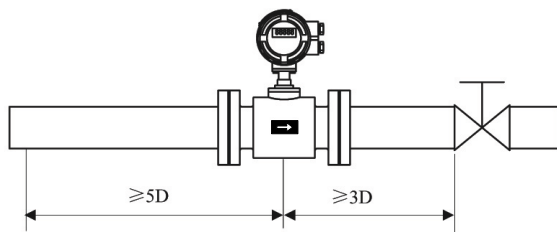
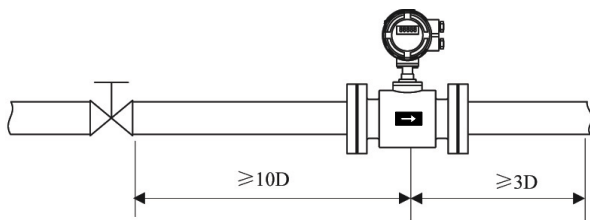

图 9
图 10
(1) 位置
(2) 避免磁场干扰
(3) 直管段长度
- 为确保流量计的测量精度，建议应保证传感器上游直管段长度至少应为 5 倍管径(5D)，下游直管段长度至少应为 3 倍管径(3D)。(参见图 8、图 9)
(4) 维修空间
(5) 对工艺上不允许流量中断的管道
- 在安装电磁流量计时应加设旁路通管和清洗口，如图 10 所示，这种装置可在流量计退出使用的情况下，保证设备系统连续工作。
(6) 电磁流量计的支撑